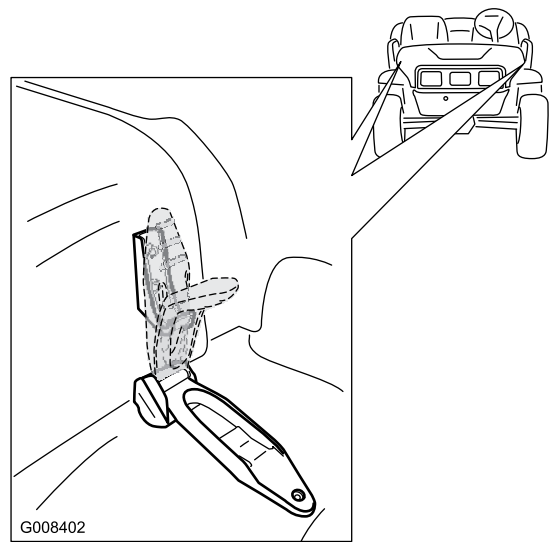

Figura 25
2. Sujete el capó alineando los cierres de goma con los anclajes situados en cada lado del capó (**Figura 25**).
1. Tire hacia arriba de los cierres de goma de cada lado del capó (**Figura 25**).